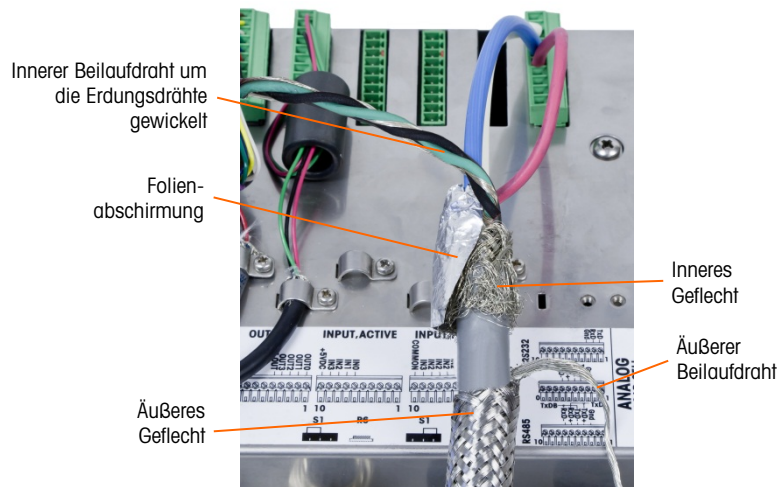

Abbildung 2-67: POWERCELL PDX-Hauptkabel, Frontplattengehäuse
- a. Schieben Sie das äußere Geflecht zurück und falten Sie das zugeschnittene innere Geflecht und die Folienabschirmung gleichmäßig über die Kabelisolationssummantelung zurück (siehe Abbildung 2-67).